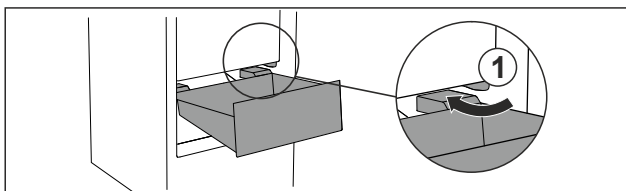

Fig. 102
- ▶ Før skuffen rundt stopperne Fig. 102 (1) på skrå.